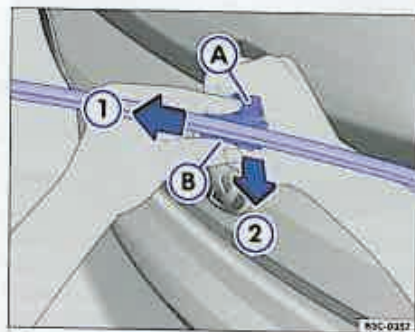

Fig. 14 Înlocuirea lamelei ștergătorului de lunetă.
- Prindeți brațul ștergătorului cu mâna dreaptă ⇒ fig. 14. ◀